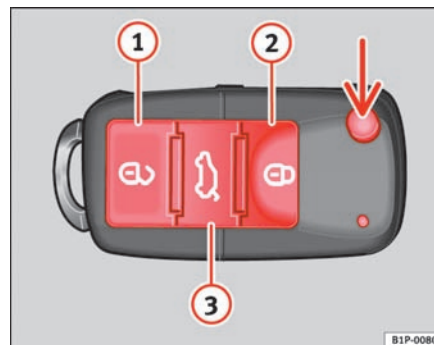

Fig. 65 Batterikontrol-lampe i nøglen med fjernbetjening
Hvis batterikontrollampen i nøglen med fjernbetjening ⇒ fig. 65 ikke blinker, når du trykker på knapperne, skal batteriet udskiftes hurtigst muligt.
- Klap nøglen ud ved at trykke på knappen ⇒ side 97, fig. 65 (pil).